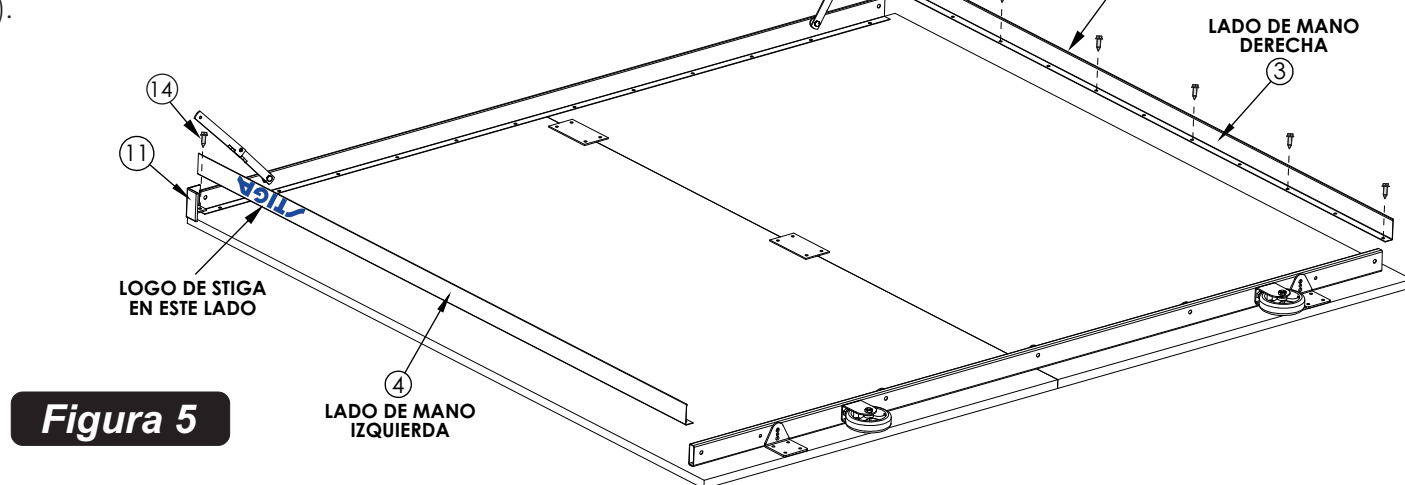

Figura 5
8. Coloque el Riel del lado RH (lado derecho) (#3) al tablero, como se muestra en la Figura 5. Alinie los agujeros en el riel con Hendiduras en el tablero y adjuntelos con los 6 tornillos (#14).
9. Coloque los rieles laterales del lado LH (lado izquierdo) (#4) al tablero, como se muestra en la Figura 5. Alinie los agujeros en riel con Hendiduras en el tablero y adjuntelos con los 6 tornillos (#14).
10. Coloque los protectores de las esquinas (#11) al tablero como se muestra en la Figura 5. Adjunte cada esquina Protector (#11) con un tornillo (#14).